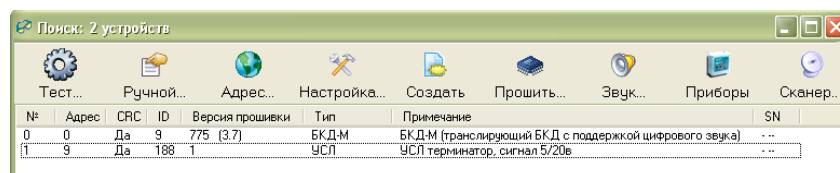

Рисунок 10 - Перечень адресных устройств
Выполнить команду поиска устройств «БКД/Поиск устройств...». В открывшемся окне «Поиск» выбрать строку с требуемым УСЛ-А, в графе таблицы «Версия прошивки» выводится номер версии встроенного программного обеспечения (рисунок 10).
Выполнить команду поиска устройств «БКД/Поиск устройств...». Для обновления программного обеспечения следует в окне «Поиск» выбрать строку с требуемым УСЛ-А, нажать на кнопку «Прошить...» (рисунок 10).
3) Выполнить поиск адресных устройств в программе RASOS (рисунок 10).
- 3) Выполнить поиск адресных устройств в программе RASOS (рисунок 10).
- 3) Выполнить поиск усилителей в программе RASOS (рисунок 10).